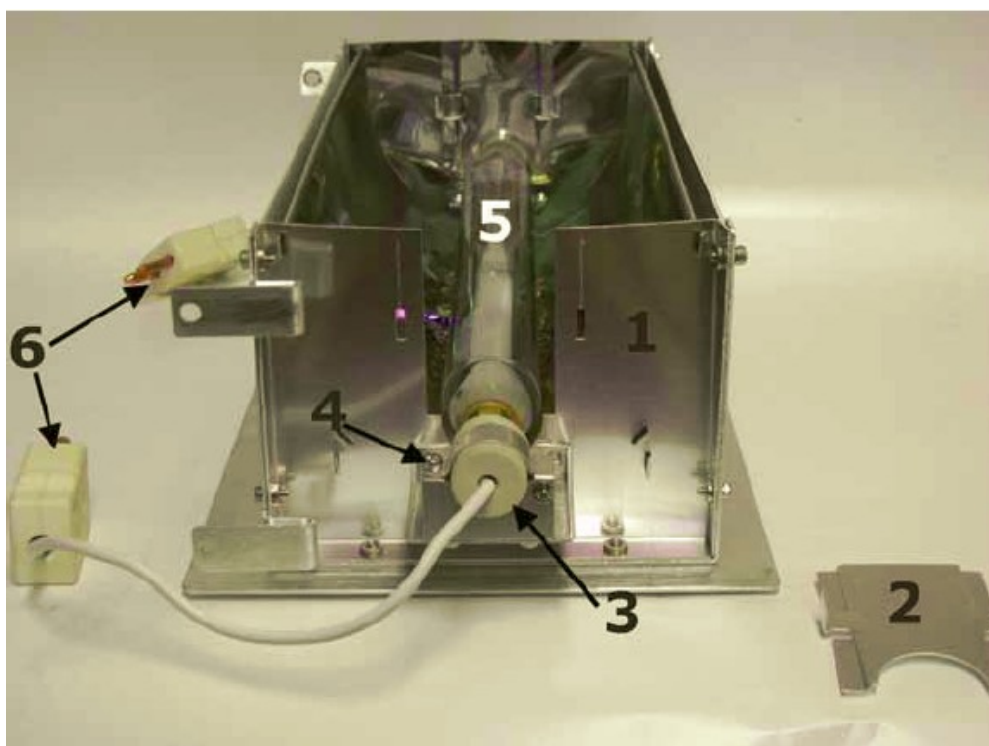

Рисунок 1 – 50: Защитный корпус УФ – лампы, вид сбоку, торцевая пластина снята
9. Удалите торцевые пластины с обоих торцов защитного корпуса УФ – лампы, Рисунок 1 – 49 и Рисунок 1 – 50 пункт 2.